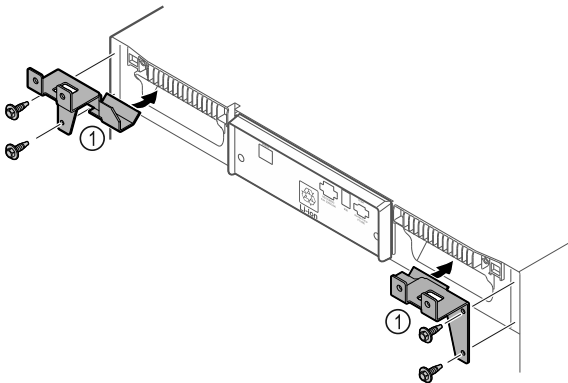

Fig. 10
- ▶ Asenna pidinosat Fig. 10 (1) kierteittäväillä ruuveilla laitteeseen.